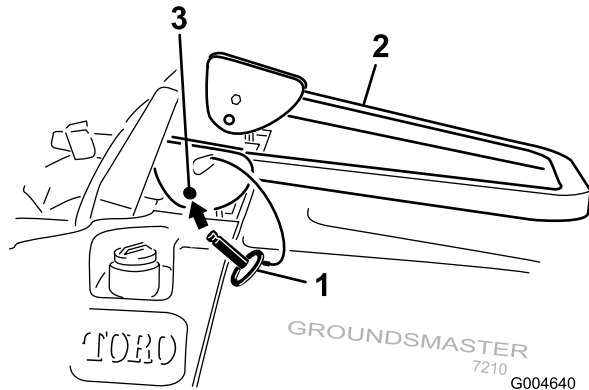

Figura 43
2. Coloque la barra antivuelco en la posición de bajada (Figura 43).